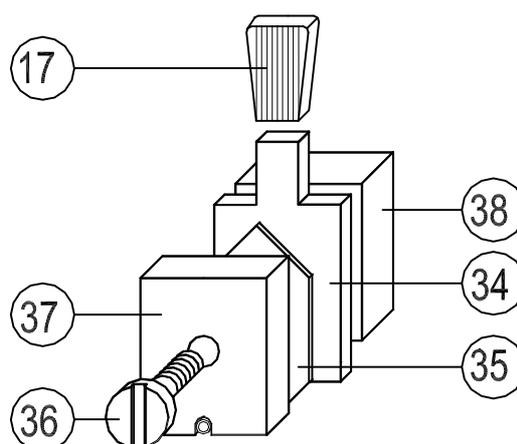
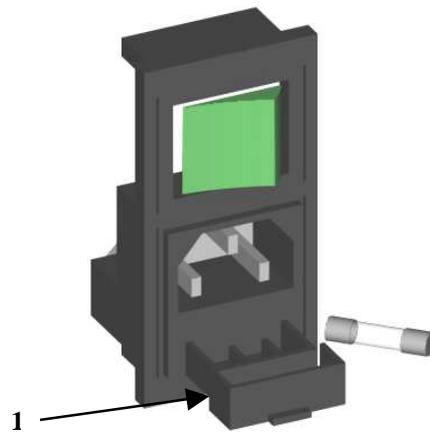

fig. 10
fig. 11
- Togliere la manopola tagliatore (n°17 fig. 10) esercitando una trazione verso l'alto, mentre il piano basculante (n°5 fig. 2) viene mantenuto premuto verso il basso.
- Spostare il cursore (n°34 fig. 10) totalmente a sinistra ed estrarlo dalla sua sede verso l'alto (vedi fig. 11)
- Liberare la lama (n°35 fig. 10), svitando la vite di fissaggio (n°36 fig. 10).
- b) Estrarre i fusibili dal rispettivo portafusibile (n°1 fig. 11), controllare e, se necessario, sostituirli con altri di pari tipo e valore.